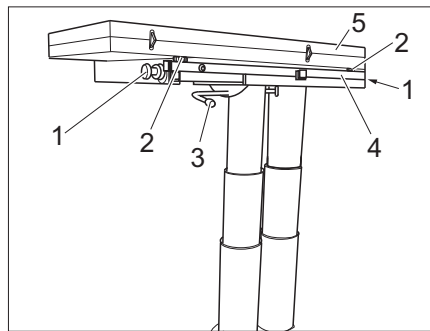

Bild 119 Tisch vergrößern
- Rändelschrauben (Bild 119,1) an beiden Seiten lösen.
- Verriegelungshebel (Bild 119,3) nach links schwenken. Der Hubtisch ist entriegelt.
- Tischunterbau (Bild 119,4) herausziehen.
- Tischhälfte (Bild 119,5) ausklappen.
- Gewünschte Höhe der Tischplatte mit den zwei Einstellschrauben (Bild 119,2) einstellen.
- Verriegelungshebel (Bild 119,3) nach rechts schwenken. Der Hubtisch ist verriegelt.
- Verriegelungshebel (Bild 119,3) lösen.
- Tischhälfte (Bild 119,5) einklappen.
- Zwei Einstellschrauben (Bild 119,2) eindrehen.
- Tischunterbau (Bild 119,4) einschieben.
- Den Verriegelungshebel (Bild 119,3) nach rechts schwenken. Der Hubtisch ist verriegelt.
- Rändelschrauben (Bild 119,1) an beiden Seiten festziehen.
- Den Verriegelungshebel (Bild 119,3) nach links schwenken. Die Verriegelung ist offen.
- Ggf. die Einstellschrauben (Bild 119,2) eindrehen.